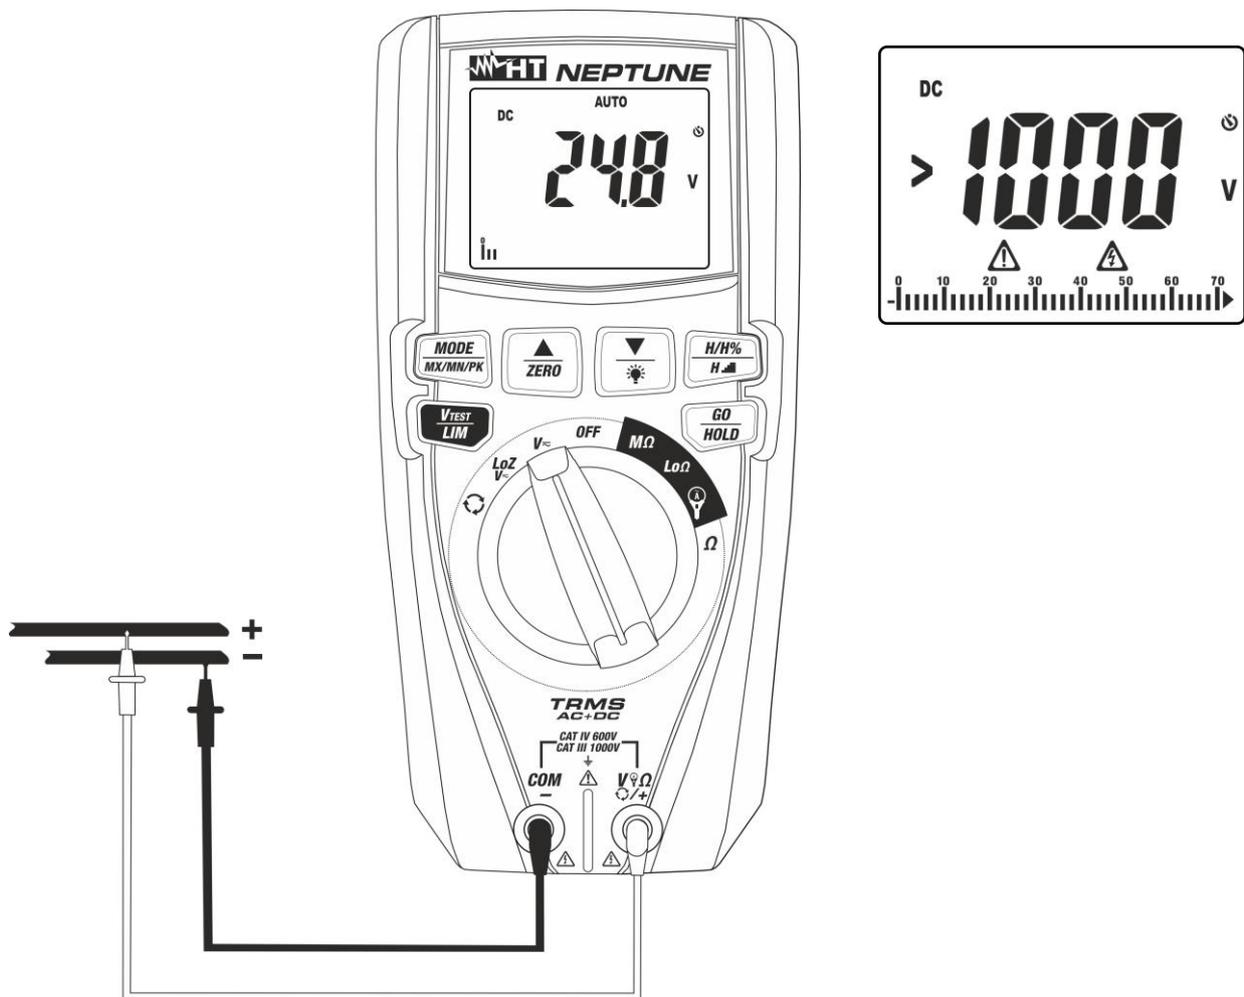
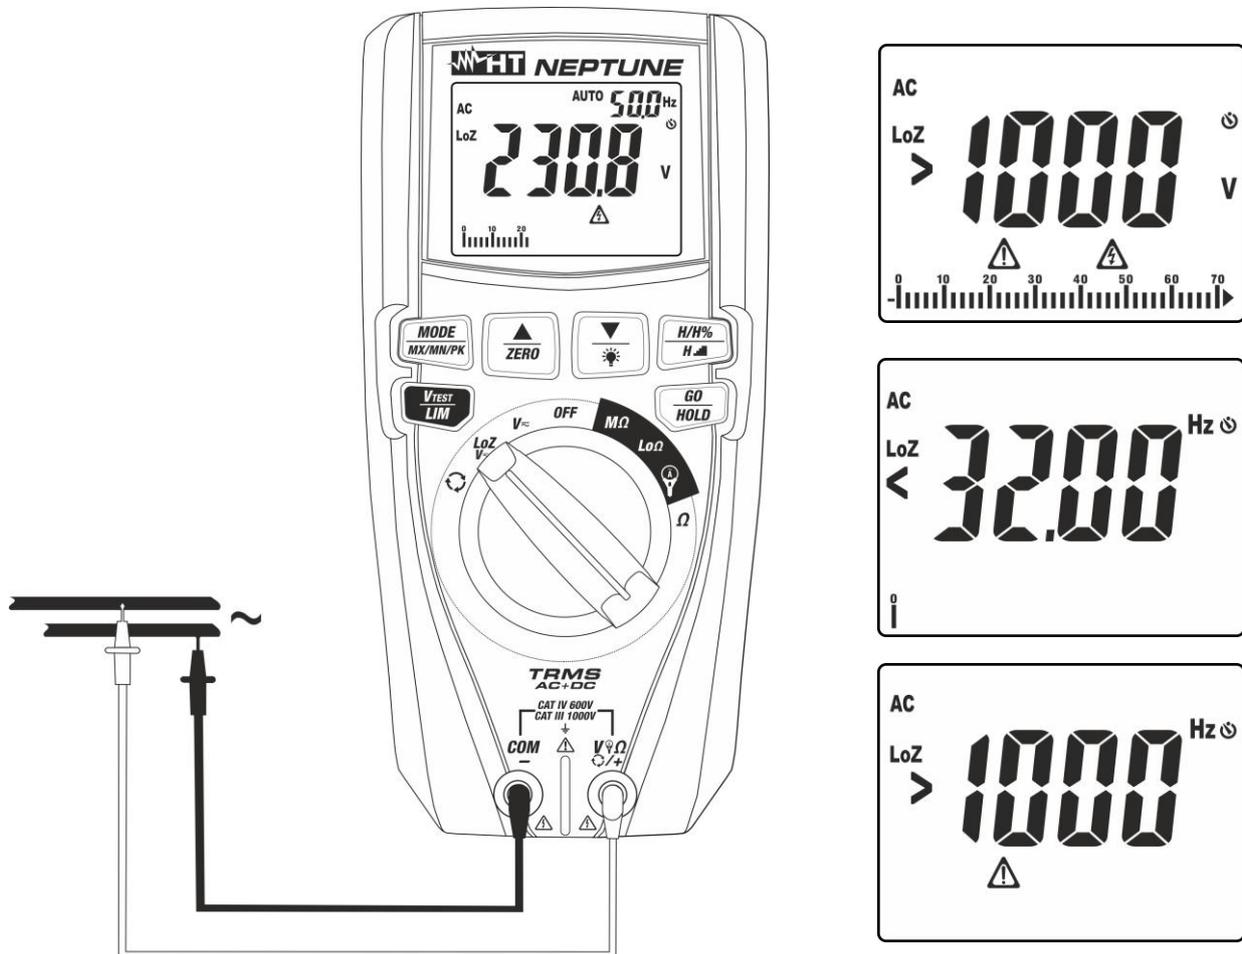

Fig. 6: Uso dello strumento per misura di Tensione DC
Fig. 8: Uso dello strumento per misura di Tensione AC/DC con funzione LoZ
3. Posizionare il puntale rosso ed il puntale nero rispettivamente nei punti a potenziale positivo e negativo del circuito in esame (vedere Fig. 6). Il valore della tensione è mostrato a display
4. Se sul display è visualizzato il messaggio ">1000V" (vedere Fig. 6) si è raggiunto il fondo scala dello strumento
5. La visualizzazione del simbolo "-" sul display dello strumento indica che la tensione ha verso opposto rispetto alla connessione di Fig. 6.
4. Posizionare il puntale rosso ed il puntale nero rispettivamente nei punti del circuito in esame (vedere Fig. 8) per misura di tensione AC oppure nei punti a potenziale positivo e negativo del circuito in esame (vedere Fig. 6) per misura di tensione DC. Il valore della tensione è mostrato a display. Nella parte alta destra del display è mostrato il valore della frequenza della tensione. Premere il tasto **MODE/MX/MN/PK** per visualizzare il valore della frequenza con maggior risoluzione
5. Se sul display sono visualizzati i messaggi "<32Hz" o ">1000Hz" (vedere Fig. 8) il valore della frequenza è esterno all'intervallo di misura **32Hz ÷ 1000Hz**
6. La visualizzazione del simbolo "-" sul display dello strumento indica che la tensione ha verso opposto rispetto alla connessione di Fig. 6